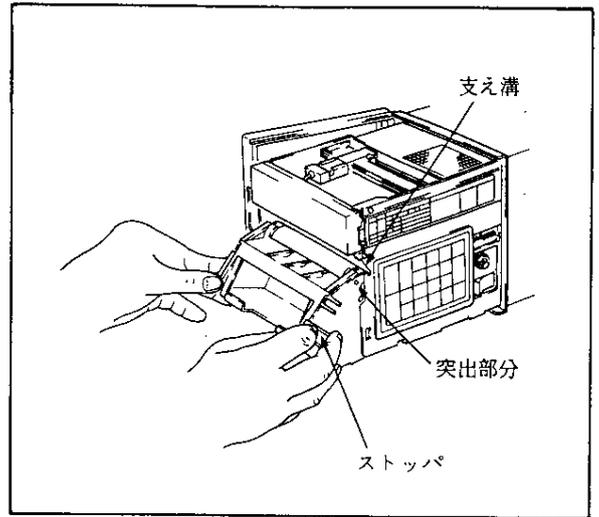

図 5.7
- (10) 記録紙収納ユニットの突出部分を本体の支え溝に掛け、ユニット全体を本体に押し込みストップにより固定します（図 5.7）。